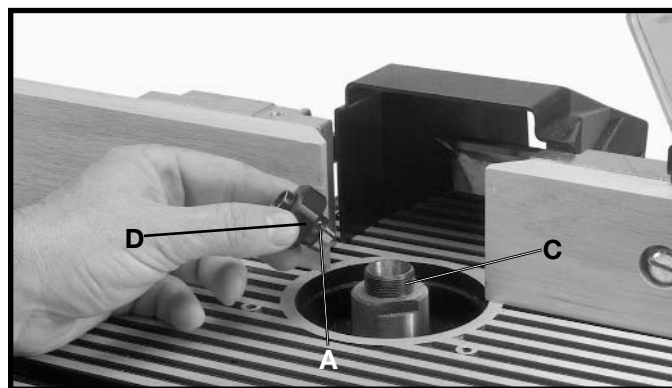
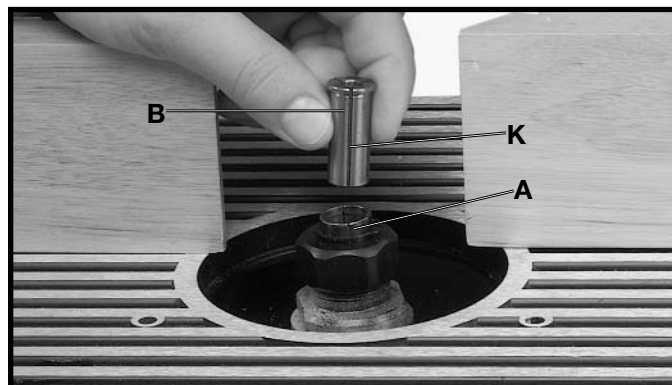

Fig. 27
Fig. 28
3. Esta máquina se suministra con un mandril de 1/2 pulgada (A) Fig. 27 que acepta brocas de recortadora con espigas de 1/2 pulgada. Un mango adaptador de 1/4 pulgada (B) Fig. 28 se incluye también para hacer uso de brocas con espigas de 1/4 pulgada.
4. Inserte el mandril de 1/2 pulgada (A) Fig. 27 en el ensamblado del árbol (C) y apriete la tuerca manualmente (D). Si está haciendo uso de brocas de recortadora con espigas de 1/4 pulgada, inserte el mango adaptador de 1/4 pulgada (B) Fig. 28 en el mandril de 1/2 pulgada (A), teniendo cuidado que la ranura (K) en el mango adaptador (B) esté alineado con la ranura de 1/2 pulgada (A). **NOTA:** Esto es importante para obtener la acción de abrazadera máxima de la broca de recortadora en el árbol.